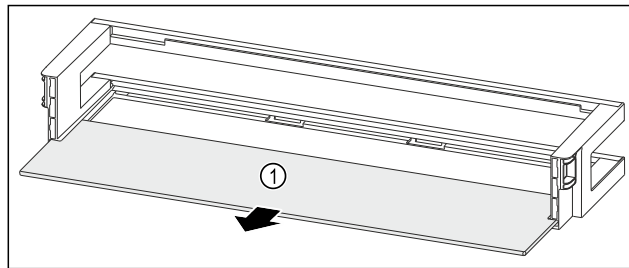

Fig. 238 Дверная полка со съемной полкой
- ▶ Извлеките съемную полку Fig. 238 (1).